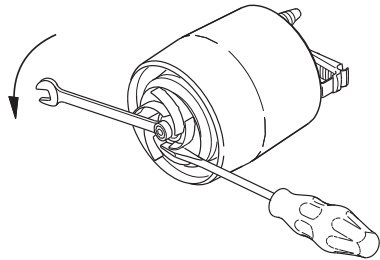

Abb. 14 Entfernen des Laufrads
8. Lösen Sie die Mutter (Breite: 13 mm) von der Motorwelle. Verwenden Sie einen Schraubendreher, um zu verhindern, dass sich das Laufrad dreht. Siehe Abb. 14.